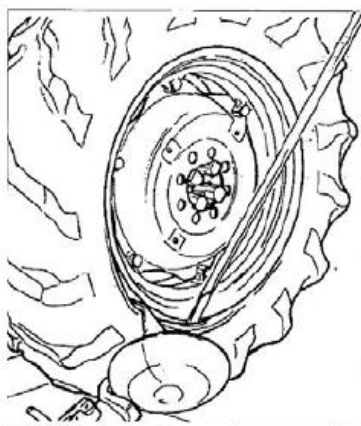

Рис. 7.11
5) Вставить рычаг LA (см. рис. 7.11) между ободом колеса и бортом справа от монтажной головки.